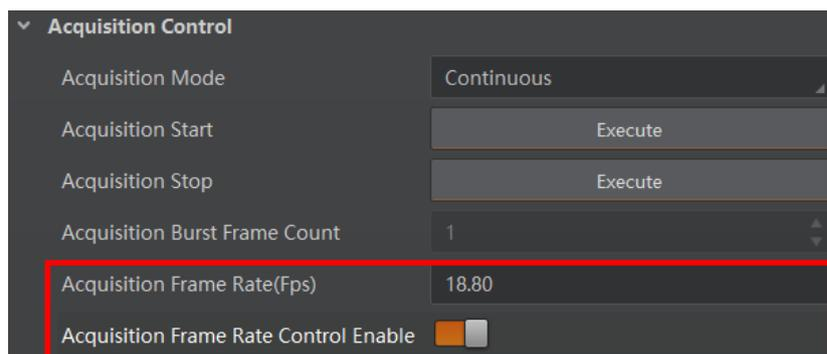

图5-1 帧率设置
2. 启用 *Acquisition Frame Rate Control Enable* 参数，如图 5-1 所示。